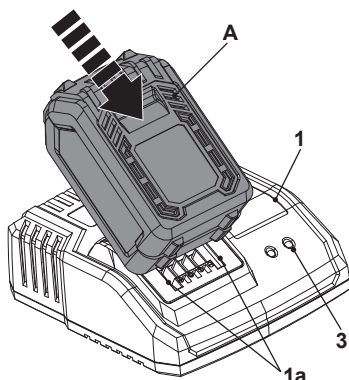
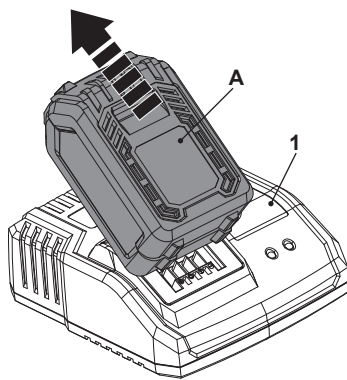

Fig. 2
Fig. 3
1. Aliniaza și glisează acumulatorul (A) pe fantele de glisare (1a) ale încărcătorului (1) până la capăt. Ai grijă să introduci complet contactele electrice ale încărcătorului (1) în acumulator (A) (Fig. 2).
3. Indicatorul nivelului de încărcare (3) se va aprinde intermitent în verde, iar ventilatorul încărcătorului (1) va funcționa constant, cu zgomot.
4. Indicatorul nivelului de încărcare (3) rămâne aprins în verde după ce se încheie încărcarea (în mod normal, aceasta durează o oră – vezi secțiunea „Indicator pentru nivelul de încărcare” de mai jos). Deconectează încărcătorul (1) de la sursa de alimentare.
5. Scoate acumulatorul (A) din încărcător (1) (Fig. 3).